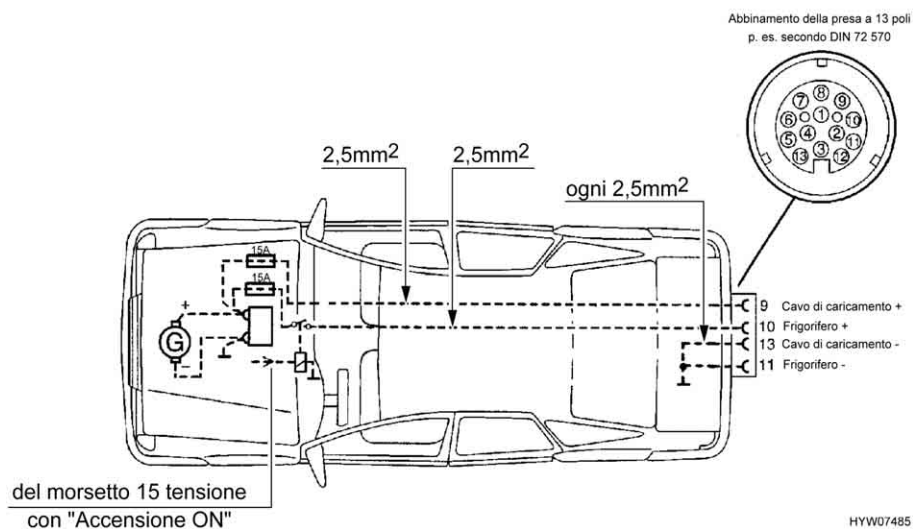

Fig. 104 Installazione per veicolo trainante
- ▷ Attrezzare la motrice con le sezioni di cavo relative e con un relais per l'alimentazione elettrica (comandata tramite accensione) (vedi Fig. 104).